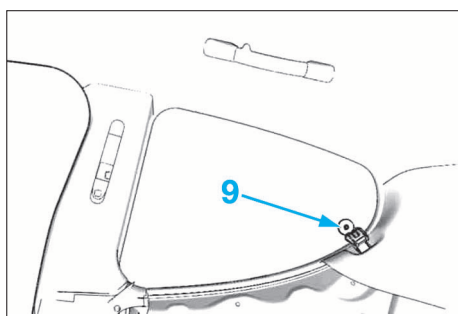

FIG. 75
- Déposer la fixation (9) (Fig.75).